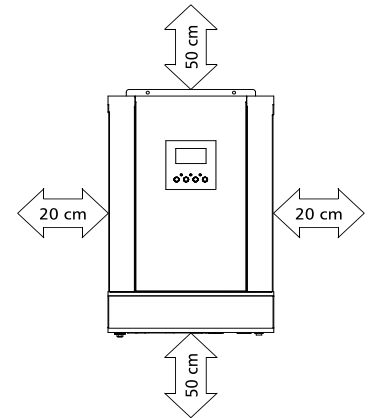

Abbildung 4:
- Achten Sie darauf, dass das Gerät mindestens die in Abbildung 4 aufgeführten Abstände zu anderen Einrichtungen einhält. Nur so ist eine ausreichende Wärmeableitung zu gewährleisten sowie ausreichend Platz zum Entfernen von Drähten vorhanden